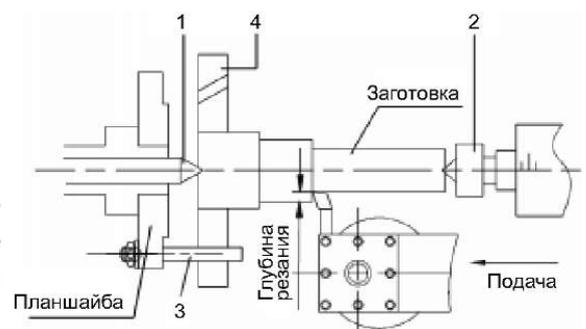

Рис. 21
10.3. Обработка в центрах (Рис. 21)